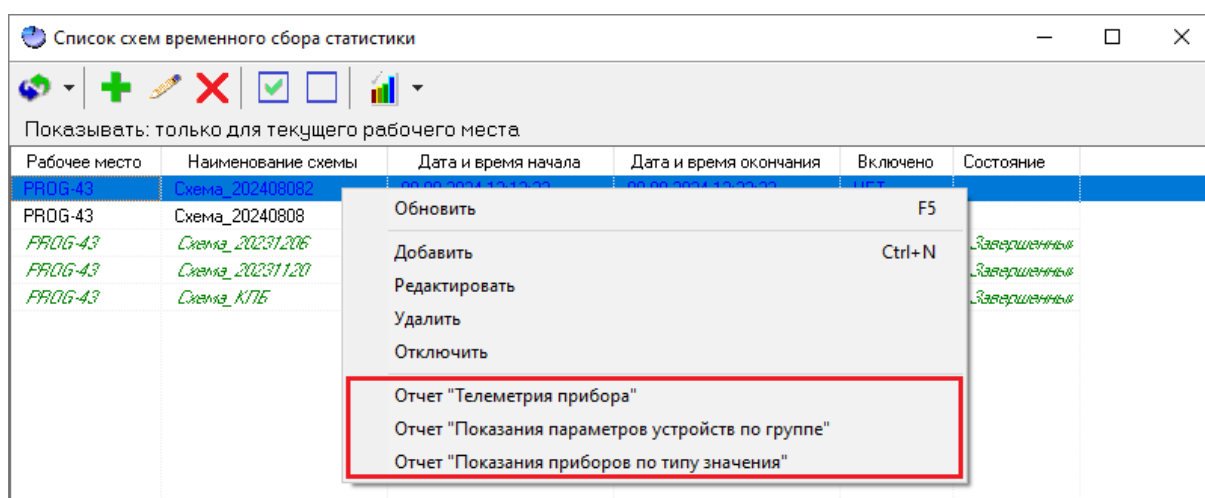

Рисунок 12-156 Варианты отчетов в контекстном меню области списка схем
- либо вызовите контекстное меню области списка схем и выберите в нем необходимый вариант отчета (см. Рисунок 12-156).